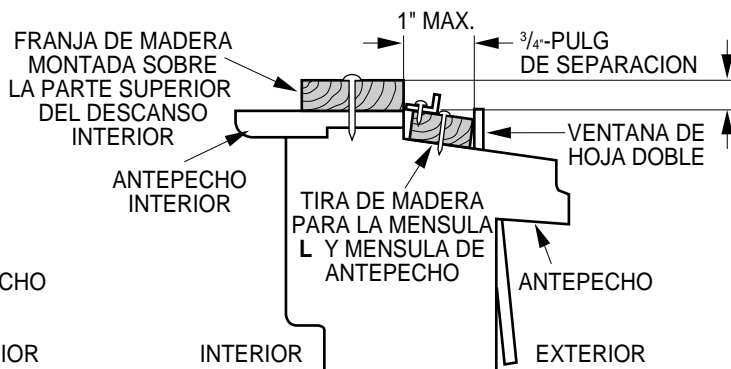

Fig. 5-2
2. Si la sobre-ventana estorba colóquese una tira de madera de 2" pulg de ancho a lo largo del descanso de la ventana por la parte que de internamente al cuarto, y en toda su extensión. La tira de madera debe ser lo suficientemente gruesa para elevar el descanso de la ventana, de tal manera que la unidad de aire acondicionado pueda ser instalada sin interferencia del marco de la sobre-ventana (storm window). Ver Fig. 5-2. La parte superior de la tira de madera debe estar aproximadamente a $\frac{3}{4}$ " de pulg más alta que el marco de la sobre ventana, (storm window) para ayudar a que el agua de condensación de la unidad fluya hacia afuera.
3. Instale una segunda tira de madera (aproximadamente 6" pulg. de largo, 1- $\frac{1}{2}$ " pulg de ancho y mismo espesor que la primeratira de madera) en el centro del descanso exterior, póngala contra la parte posterior del descanso interior. Esto elevará la ménsula L como en la Fig. 5-2.